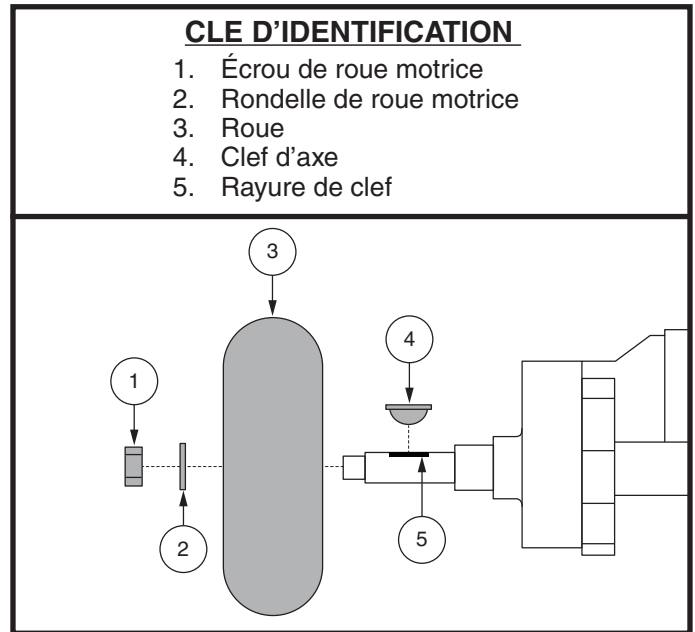

Figure 34. Enlèvement de la roue motrice à âme pleine
3. Enlever l'écrou et la rondelle de roue motrice sur l'essieu. **Voir la figure 34.**